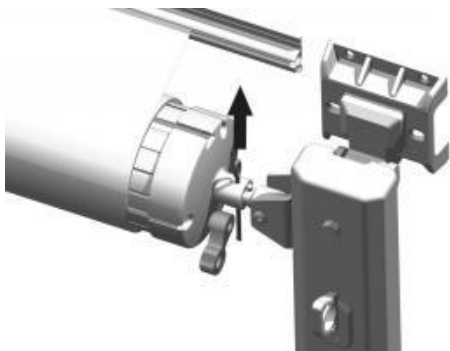

Abbildung C17
3.7 Entfernen Sie die Sicherungsstifte an beiden Seiten der Endkappen der Walze. (Abbildung C17) um die Stoffrolle unter Spannung zu spannen.